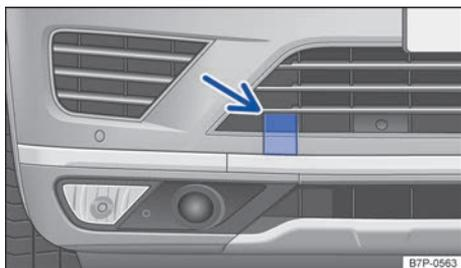

Fig. 239 En el lado derecho del paragolpes delantero: tapa del alojamiento de la argolla de remolque. ▶
- Presione sobre el borde de la tapa que mira hacia el lado exterior del vehículo con algo de fuerza → fig. 239 (flecha) hasta que la tapa salte un poco hacia fuera. En caso necesario, aplique el destornillador de las herramientas de a bordo en el lado opuesto de la tapa.